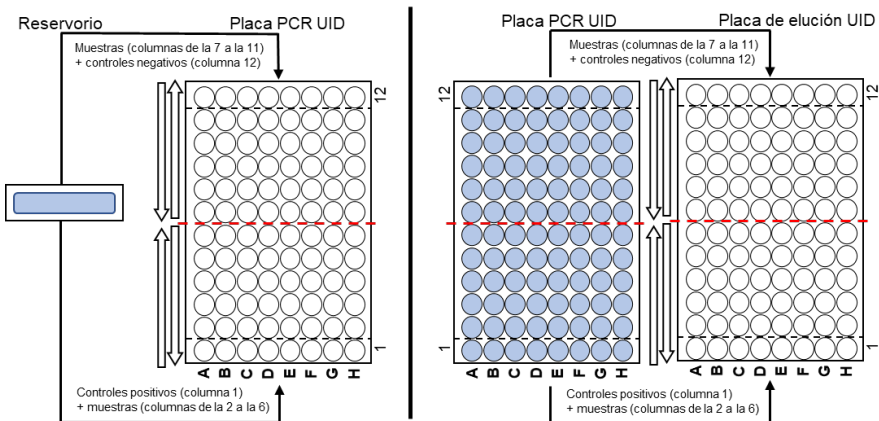

Figura 6: Esquema de pipeteo utilizado al pipetear del reservorio a la placa PCR UID (izquierda) o de la placa PCR UID (derecha) en una placa de eluato UID.
1. Use una pipeta multicanal para los siguientes pasos. Las placas PCR UID y de eluato UID deben estar dispuestas en paralelo y el pipeteo se realiza por columnas (no por filas, Figura 6).